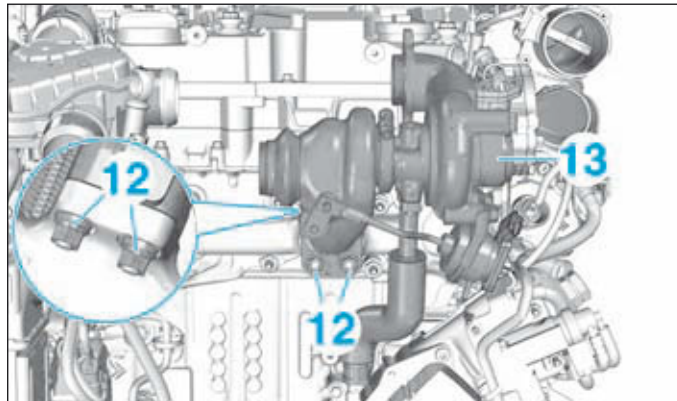

FIG.67
- Déposer les écrous (12) et le turbocompresseur (13) (Fig.67).